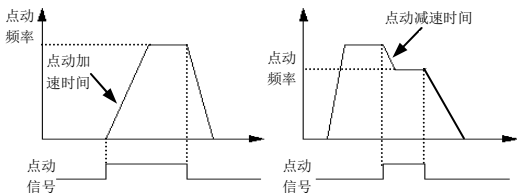

图 6-11 点动运行
**点动频率具有最高的优先级。**变频器在任何状态下, 只要有点动指令输入, 则立即按设定的点动加、减速时间过渡到点动频率运行。如图 6-11 所示。